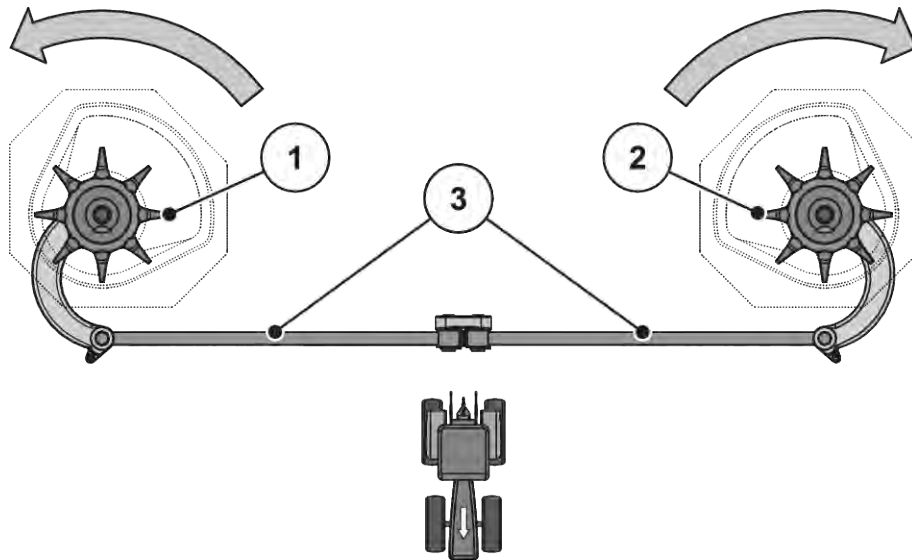

Abb. 60: Rührwerksantrieb prüfen
- Rührkopf von Hand **in die Drehrichtung der Wurfscheibe** drehen. Siehe Abb. 60 Rührwerksantrieb prüfen.
- Rührkopf von Hand oder mithilfe eines Ölfilterbandes kräftig **gegen die Drehrichtung der Wurfscheibe** drehen. Siehe Abb. 60 Rührwerksantrieb prüfen